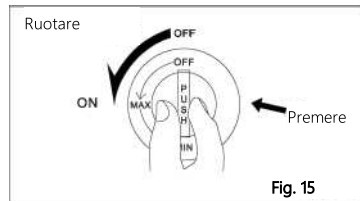

Fig. 15
A. Aprire il rubinetto principale del gas, premere la manopola di regolazione del gas e ruotarla in senso MAX (in senso antiorario) finché non si sente lo scatto del dispositivo di accensione. Accertarsi che il bruciatore sia acceso (Fig. 15). A questo punto si accenderanno il piccolo e il grande bruciatore dal bruciatore doppio. Per utilizzare solo il piccolo bruciatore, liberare la manopola di regolazione del gas e ruotarla in posizione MIN (Fig. 16)